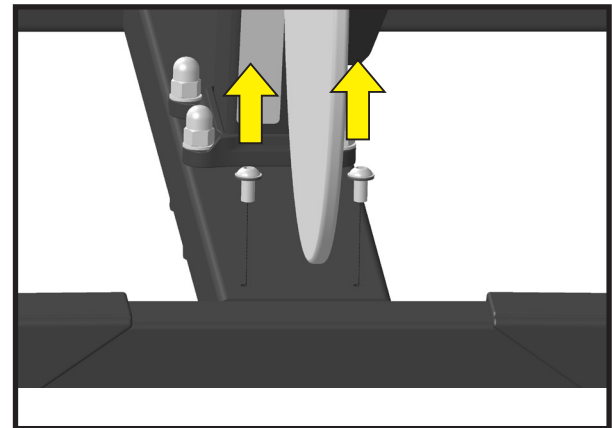

Abbildung 5: Entfernen Sie die Inbusschrauben
1. Entfernen Sie die zwei Inbusschrauben und Unterlegscheiben vom Standfußrahmen (siehe Abbildung 5). Werfen Sie diese Schrauben nicht weg. Sie dienen zur Befestigung des Schwungrad-Schutzbügels.